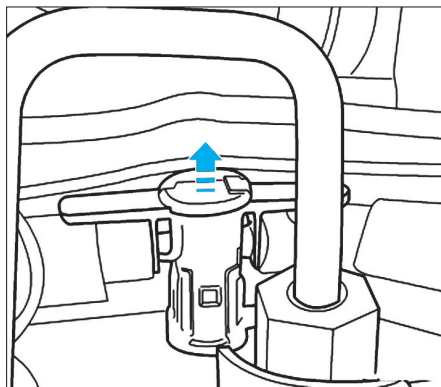

Fig. 36
- Débrancher les raccords de la durite de retour de carburant des injecteurs. Enfoncer à cet effet le raccord vers le bas au niveau des languettes et tirer la partie centrale vers le haut pour la déverrouiller (Fig.36).